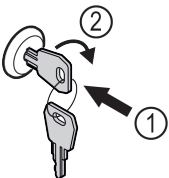

Fig. 104
- ▶ Dugja be a kulcsot Fig. 104 (1).
- ▶ Forgassa el a kulcsot 90°-kal az óramutató járásával megegyező irányba Fig. 104 (2).